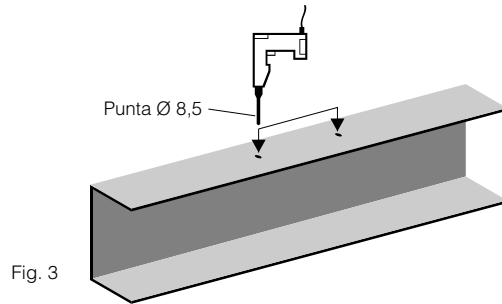

Fig. 3
3. Togliere la dima ed allargare i fori effettuati sull'arcata con un trapano dotato di punta di diametro 8,5 mm (Fig.3).